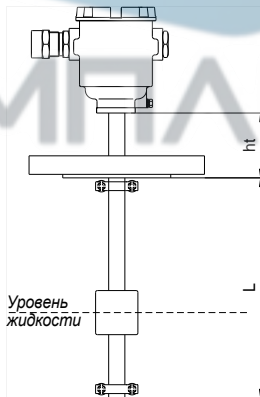

Рисунок 6
2.2.1 Для применения ПМП в средах с температурой, превышающей 60 °С (но, не более 125 °С), принимаются меры по охлаждению корпуса (головной части ПМП), находящейся над резервуаром. Для этого часть направляющей (трубы) ПМП возвышают над резервуаром на расстояние  $h_t$ , достаточное для охлаждения корпуса (рисунок 6).